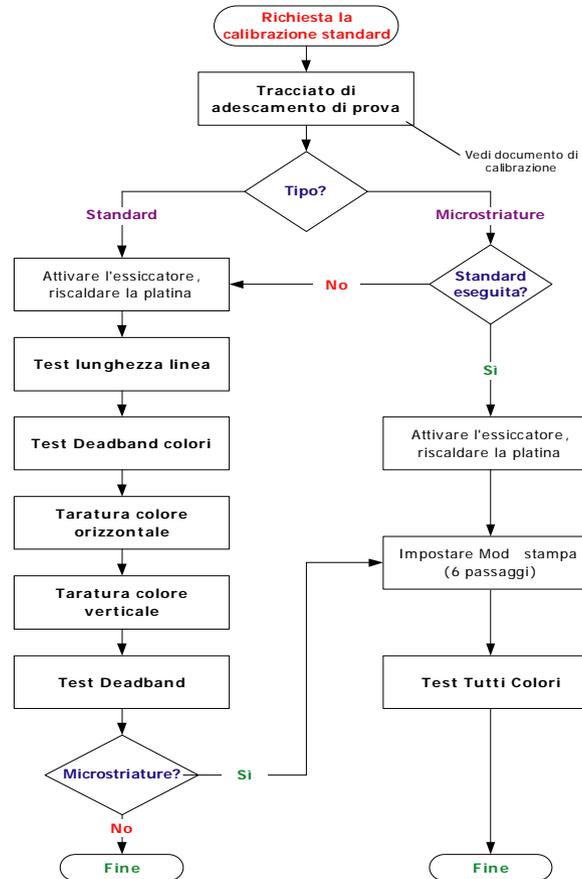

Figura 1. Diagramma di flusso per la calibrazione generica
- *Per le procedure di calibrazione generica* – fare riferimento al diagramma di flusso nella Figura 1.